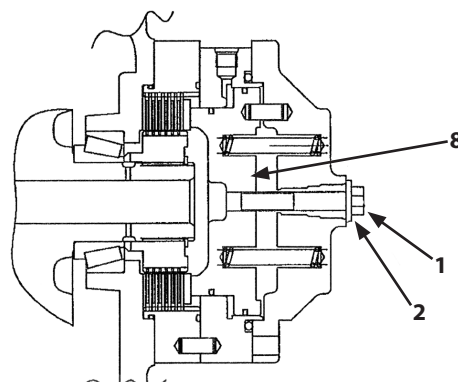

Fig. 3
7. Insérez le boulon déposé (1) et la rondelle plate (2) à travers le trou duquel l'orifice a été déposé à l'étape 5, dans le pas de vis au centre du piston de frein (8), comme le montre la fig. 3.
8. Serrez le boulon de déblocage (1) de façon à retirer le piston de frein (8), ce qui va libérer le frein à disques.